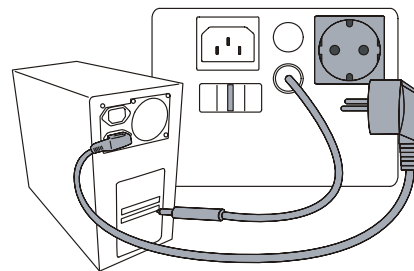

Abbildung 7. Messung des Berührungsstromes
- 1  Stecken Sie den Netzstecker des Prüflings in die Prüf-/Netzsteckdose, siehe Abb. 7. Für Prüflinge der Schutzklasse II verbinden Sie die Sonde (IB) mit allen berührbaren Metallteilen des Prüflings. Für Prüflinge der Schutzklasse I verbinden Sie die Prüfsonde mit allen berührbaren, nicht geerdeten Metallteilen des Prüflings.